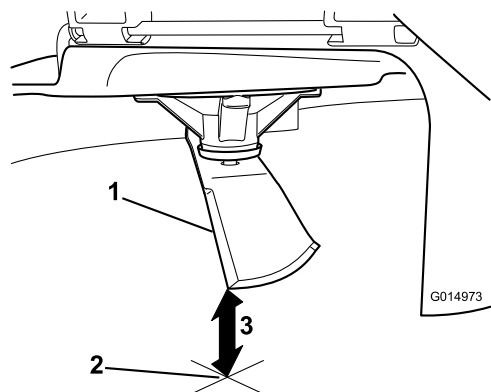

**Figura 61**
3. Măsurați de la vârful lamei până la suprafața plană (Figura 61).